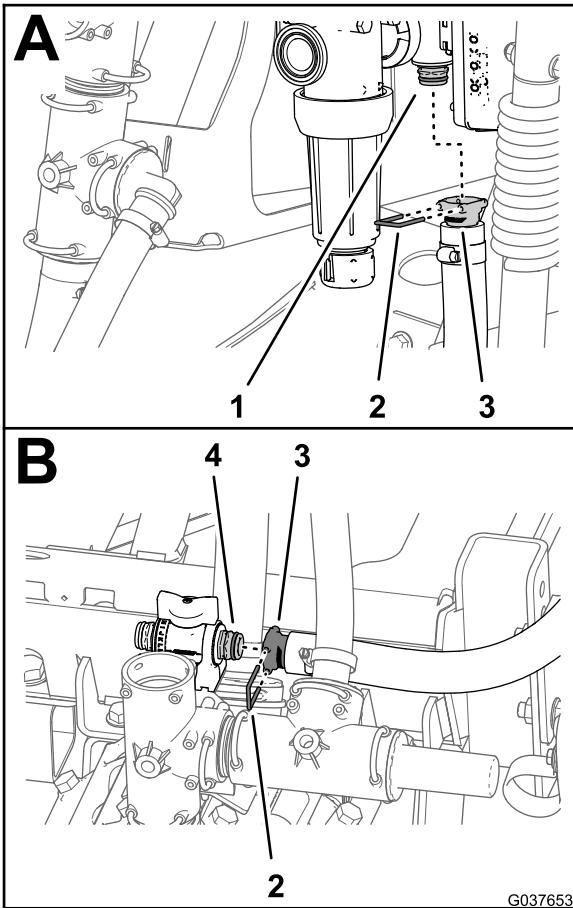

图54
1. 使用随软管提供的卡环将搅拌供水软管的直通宝塔接头 1 x 33-1/2 英寸安装到搅拌节流阀的快速联轴器上 图54。
3. 使用随软管提供的卡环将搅拌供水软管的直通宝塔接头安装到搅拌节流阀的快速联轴器上 图54。